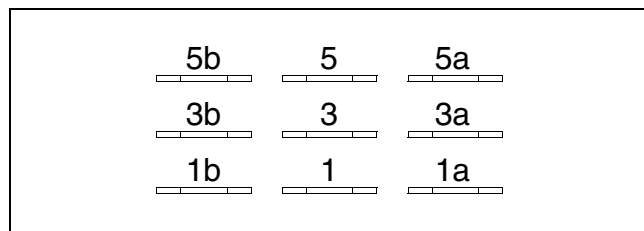
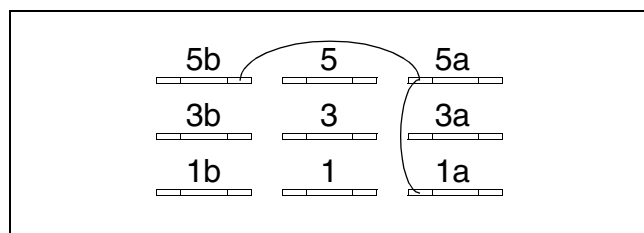

Figura 3
Figura 12
5. Instale o quite puentes para lograr el tiempo del ciclo deseado. *Figura 3 a Figura 12* para explicar las combinaciones posibles.
Al quitar todos los puentes se prolonga el tiempo del ciclo, alargándolo el máximo posible. Consulte la *Figura 3*.
Esta configuración acorta la fase de prelavado de 4 a 2 minutos y acorta el tiempo de centrifugación final de 4 a 2 minutos. Consulte la *Figura 12*.